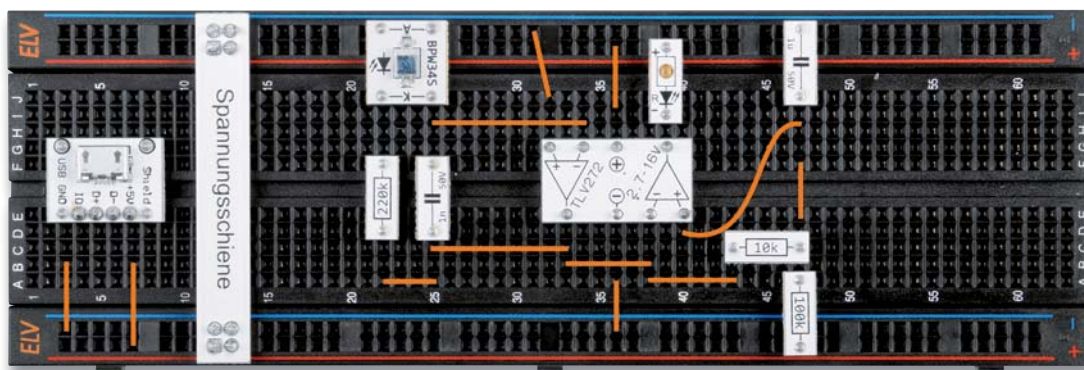

Bild 6: Der Aufbau des IR-Testers
In unserer Grundschialtung (Bild 2 und Bild 6) liegt der nicht invertierende Anschluss (+) an Masse. Durch die Rückkopplung mit einem Widerstand (R) vom Ausgang auf den invertierenden Ausgang (-) versucht der Operationsverstärker, den Pegel am invertierenden Eingang auszugleichen, sodass hier ebenfalls 0 V (Massepotential) anliegt. Der invertierende Eingang (-) des Operationsverstärkers hat durch die Rückkopplung immer Massepotential und kann als virtuelle Masse bezeichnet werden.